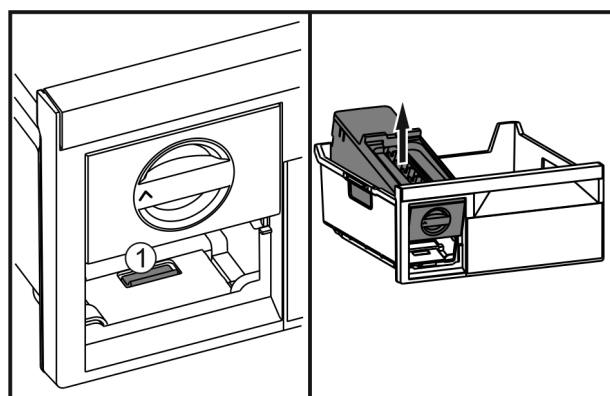

Fig. 67
- ▶ Нажать на накладку Fig. 67 (1), EasyTwist-Ice поднять сзади и вынуть из выдвижного ящика морозильника.